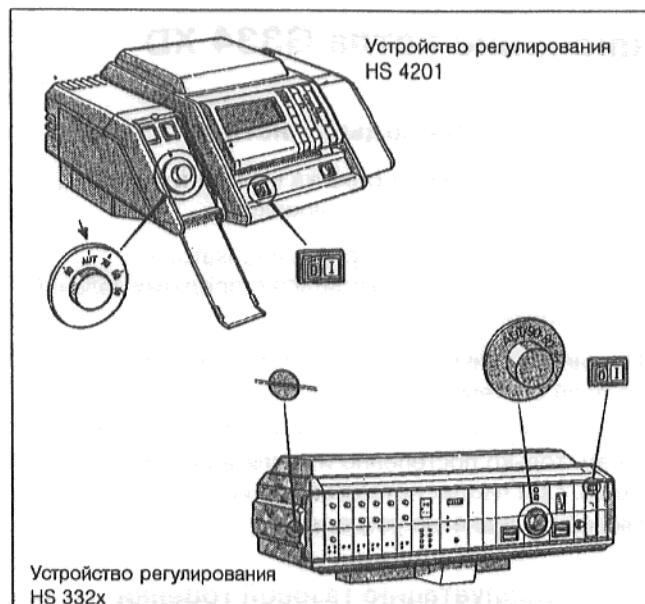
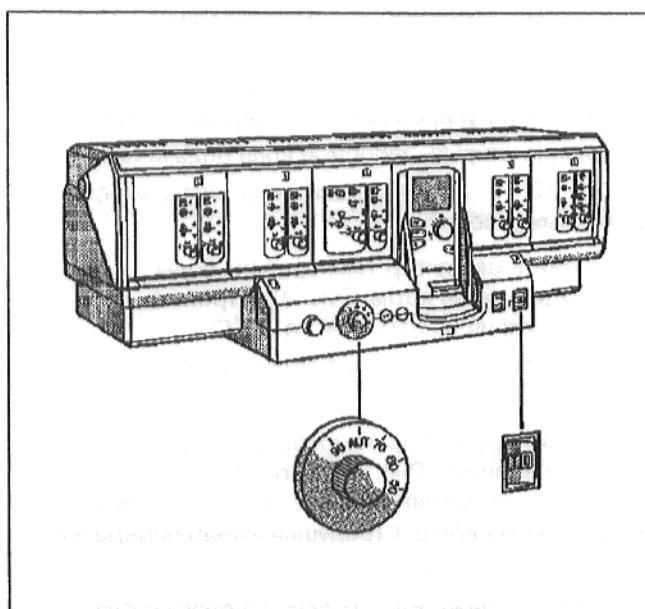

Рис. 1: Устройства регулирования HS4201 и HS 332x
Рис. 2: Устройство регулирования HS 431x
- При устройстве регулирования HS 332x: перевести шлиц винта прозрачной крышки (Рис. 1) в горизонтальное положение, например, с помощью монеты. Снять прозрачную крышку, подав ее вперед.
- Установить переключатель "Работа" (Рис. 1 или Рис. 2) в положение I (ВКЛ).
- При устройстве регулирования HS 4201: открыть левую закрывающую крышку (Рис. 1).
- Установить регулятор температуры воды подающей линии котла (Рис. 1 или Рис. 2) в положение "AUT" или 80 °C. При наличии устройства регулирования конденсата осуществить настройку на желаемую температуру (мин. 50 °C).
- Установить переключатель "Работа" (Рис. 1 или Рис. 2) в положение 0 (ВЫКЛ).